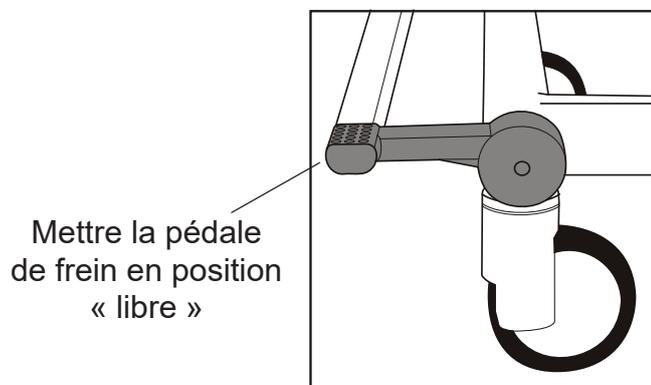

Fig. 9 - Position libre
2. Vérifier que les freins sont déverrouillés et que la pédale de frein est en position « Libre ». **(Voir fig. 9)**